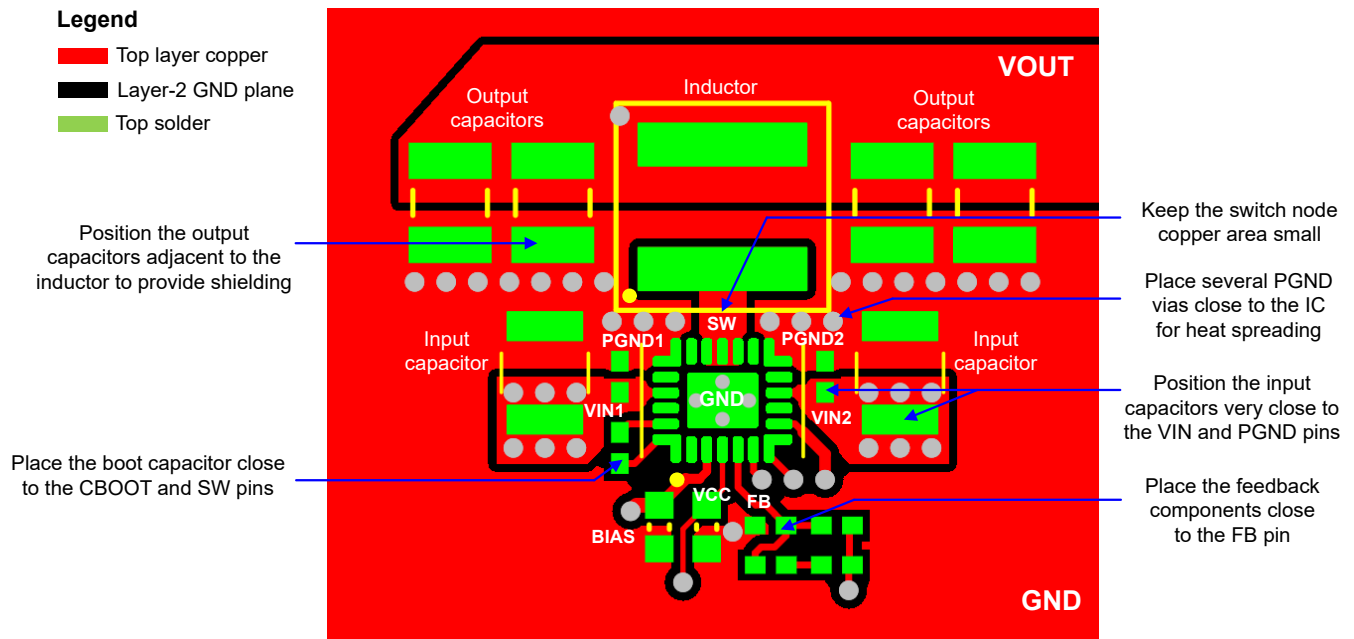

图 8-22. PCB 布局示例
以下列表总结了用于优化直流/直流转换器性能（包括热特性和 EMI 特性）的 PCB 布局和元件放置基本指南。**图 8-22** 展示了 LM64440-Q1 或 LM64460-Q1 的推荐布局，并优化了功率级和微小信号元件的布局和布线。
- 在 VIN1 到 PGND1 和 VIN2 到 PGND2 之间放置具有 X7R 或 X7S 电介质的低 ESR 陶瓷电容器。将 0402 电容器靠近每个引脚对放置以实现高频旁路，如图 8-22 所示。每侧使用相邻的 1206 或 1210 电容器作为大容量电容。